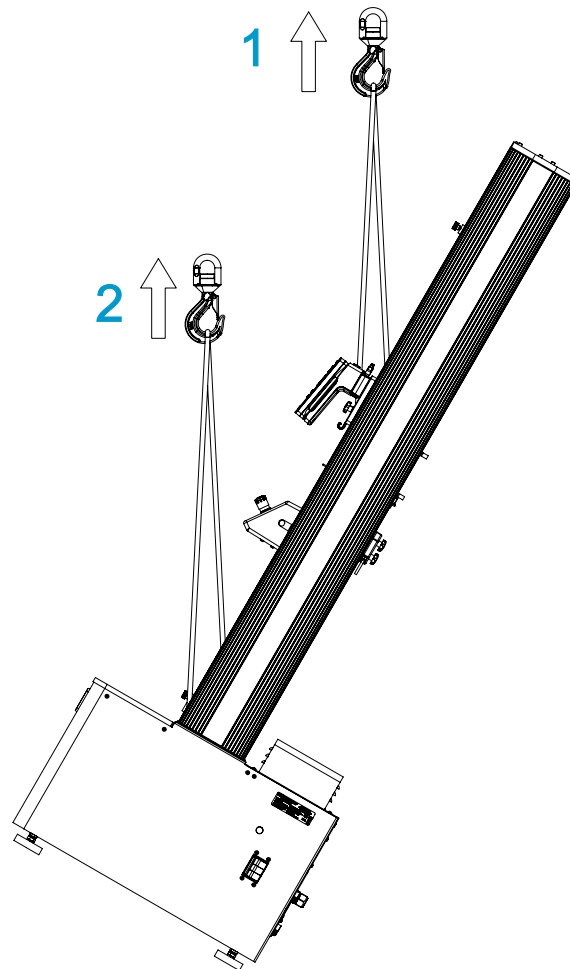

Abbildung 19. Aufrichten eines Prüfrahmens mittels Kran
Siehe Abbildung 19 auf Seite 73.
2. Befestigen Sie die beiden Hebegurte an der Traverse und hängen Sie die Gurte im Haken des Krans ein wie in Abbildung 19 auf Seite 73 gezeigt. Wenn Sie anstelle der Hebegurte Ketten verwenden, verkleiden Sie die Traverse mit einem geeigneten schützenden Material, um sie vor Kratzern und anderen Schäden zu schützen. Ketten können auch andere Teile des Rahmens, z. B. die obere Deckplatte, beschädigen; wickeln Sie unbedingt Schutzmaterial um alle gefährdeten Komponenten.
3. Montieren Sie zwei M16-Hebebolzen in den Rahmensockel und befestigen Sie zwei zusätzliche Hebegurte an den Bolzen, wie in Abbildung 19 auf Seite 73 gezeigt.
Legende für Abbildung 19